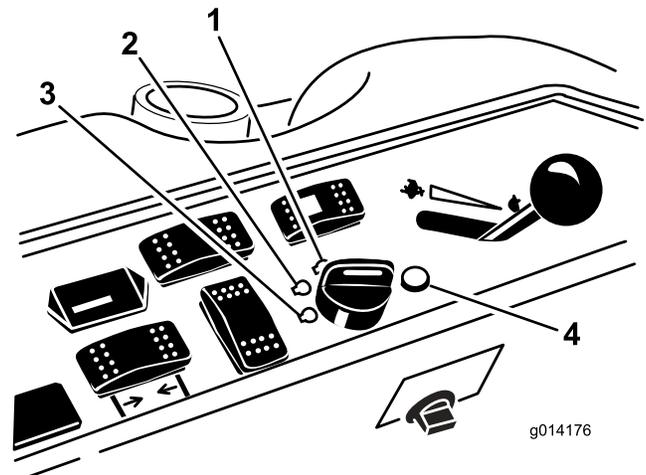

Figure 12
6. Tournez la clé dans le sens horaire en contact (Figure 12).
3. Tournez la clé de contact à la position arrêt (Figure 12). Attendez l'arrêt de toutes les pièces en mouvement avant de quitter la position de conduite.